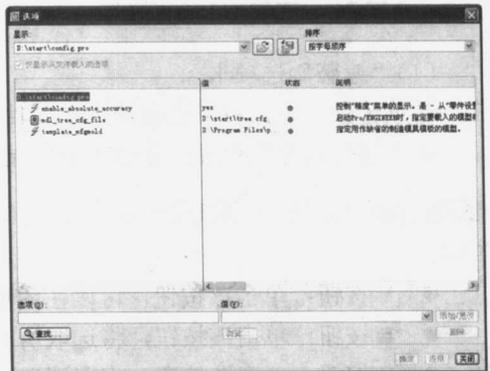

图 1-23 设置选项
⑤ 在“选项”文本框中输入“mdl_tree_cfg_file”，并按“Enter 键”确认。然后单击 **浏览...** 按钮，打开“Select File”对话框。
⑥ 通过“查找范围”下拉列表框，改变目录到启动目录中（如“D:\start”），并选中“tree.cfg”文件。
⑦ 单击该对话框底部的 **打开(O)** 按钮，返回“选项”对话框。然后单击 **添加/更改** 按钮，则“mdl_tree_cfg_file”选项及值会出现在“选项”显示选项组中。
⑧ 在“选项”文本框中输入“enable_absolute_accuracy”，并按“Enter 键”确认。然后单击“值”编辑框右侧的 **▼** 按钮，并在打开的下拉列表中选择“yes”选项。最后单击 **添加/更改** 按钮，则“enable_absolute_accuracy”选项及值会出现在“选项”显示选项组中，如图 1-23 所示。
⑨ 单击该对话框顶部的 **另存为(S)** 按钮，打开“另存为”对话框。然后接受缺省的文件保存位置（即“D:\start”），并在“名称”文本框中输入文件名“config.pro”。最后单击 **Ok** 按钮，返回“选项”对话框。